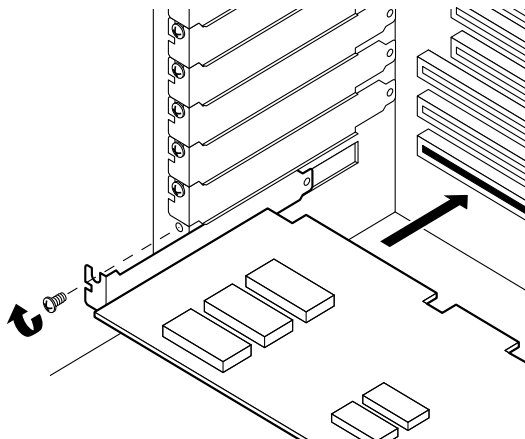

Abbildung 7-10. Installation einer ISA-Erweiterungskarte; die Komponenten weisen nach oben
- 5. Halten Sie die Platine an ihrem oberen Rand oder den oberen Ecken, und drücken Sie sie fest in einen Steckplatz auf der Systemplatine (Abbildung 7-10 oder 7-11).